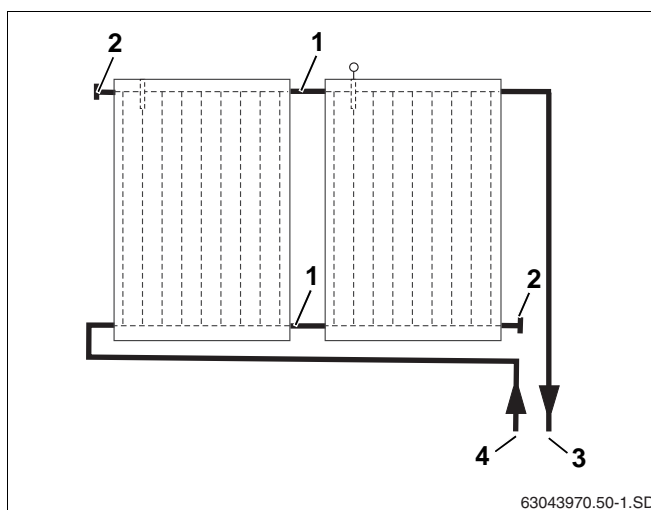
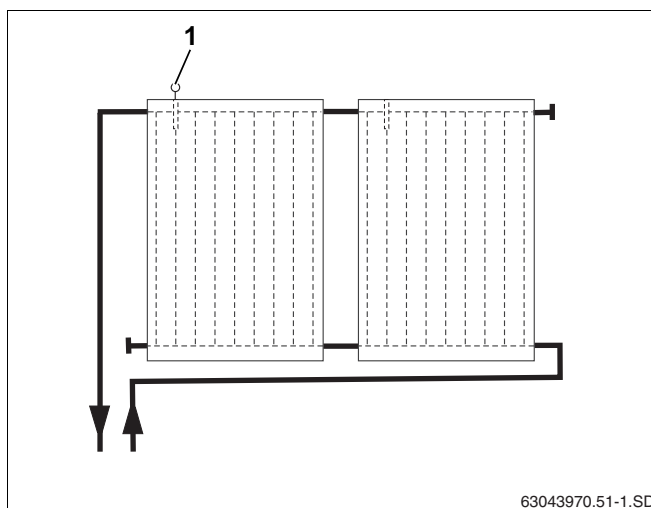

Fig. 40 Hydraulisk tilslutning – fremløbsledning højre
Fig. 41 Hydraulisk tilslutning – fremløbsledning venstre
Solfangerne skal rørforbindes efter Tichelmann-princippet. Derved opnås det, at der tilføres den samme volumenstrøm til alle solfangerne (fig. 40).
Fremløbsretningen kan være til højre (fig. 40) eller øverst til venstre (fig. 41). I denne vejledning vises fremløbsledningen på højre side.
Solfangerne skal monteres, så følergennemføringerne til montering af solfangerføleren (fig. 41, **pos. 1**) sidder foroven.